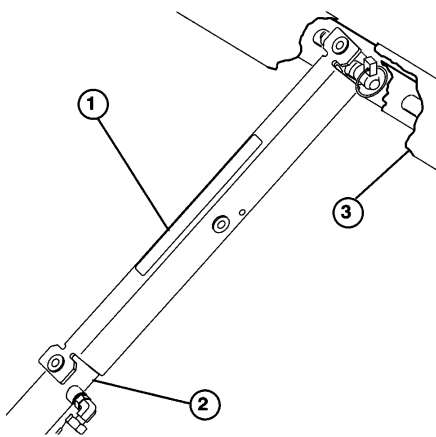

Bild 17
3. Die Muldenstütze auf die Zylinderstange drücken; dabei sicherstellen, daß die Endnasen der Stütze am Ende des Zylinderrohrs und am Ende der Zylinderstange liegen (Bild 17).